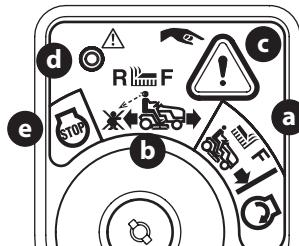

Figure 23
- Tournez la clé de la position de tonte normale (a) à la position de tonte en marche arrière (b) (b) à la position d'allumage (Figure 23).
- Appuyez sur le bouton de marche arrière (c) situé dans le coin supérieur droit du module de commutateur d'allumage. Le témoin lumineux rouge (d) dans le coin supérieur gauche s'allume lorsque le bouton de marche arrière est activé (Figure 23).
- Regardez toujours derrière vous et par terre avant de reculer et lorsque vous reculez pour vous assurer qu'il n'y a pas d'enfants à proximité. Après avoir repris la marche avant, tournez la clé à la position de tonte normale (a) (Figure 23).
6. Le mode de tonte en marche arrière  (b) demeure activé jusqu'à ce que (Figure 23 à la page 88):